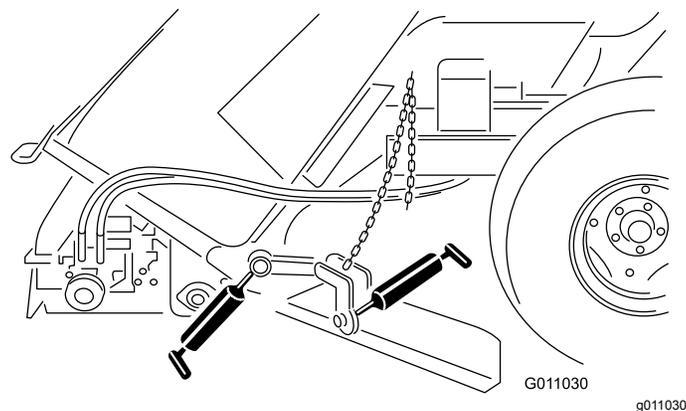

Рисунок 38
- Крепление отражателя (Рисунок 38)
- Втулка отражателя (Рисунок 38)